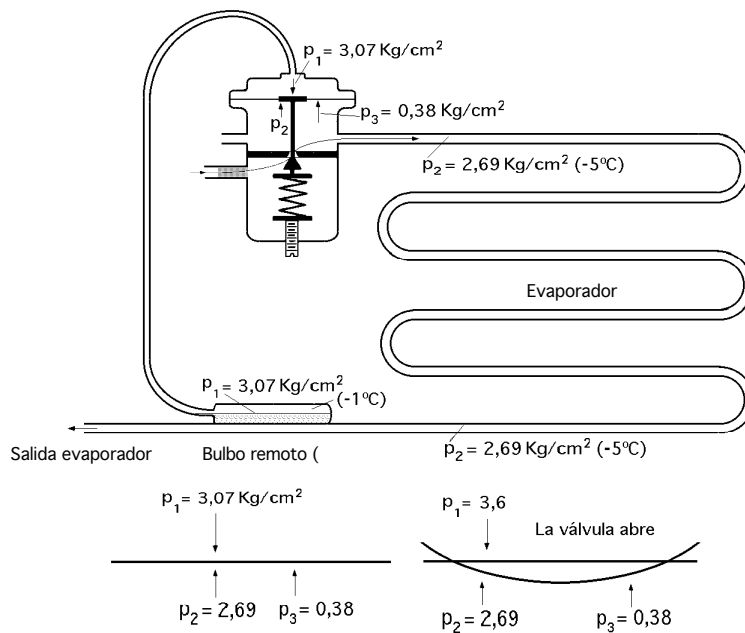

Fig V.4.- Válvula de expansión termostática
**Funcionamiento de una válvula de expansión termostática.-** Las fuerzas que actúan sobre la membrana alojada en el interior de la válvula termostática son las indicadas en la Fig V.4, en la que se pueden observar unas condiciones típicas de trabajo: